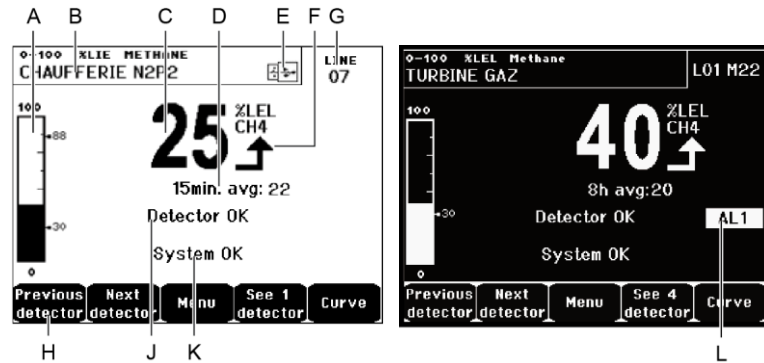

Figura 44: Exemplo de painel de visualização das medidas, no modo normal e vídeo inverso.
- **Ver 1 sensor:** Visualização em modo normal (Figura 44).
L. Zone of indication of activated alarms with blinking threshold display. The screen changes to inverse video (Figura 44, screen on the right).